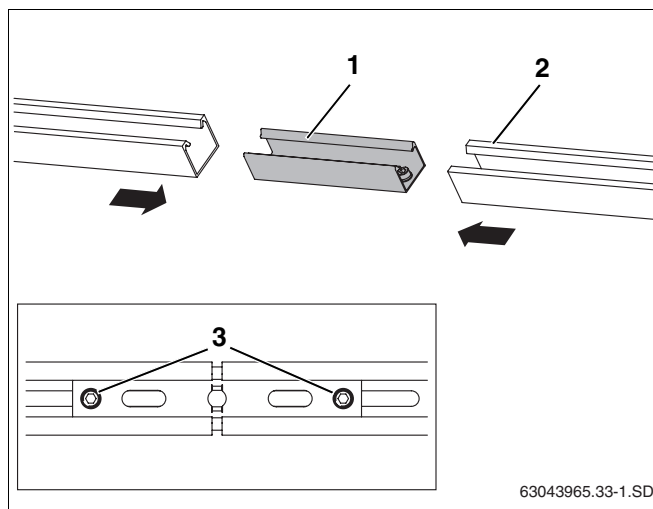

Fig. 31 Collegare le guide profilate
- Spingere il giunto ad innesto (fig. 31, **pos. 1**) fino all'arresto in entrambe le guide profilate (fig. 31, **pos. 2**).
- Per eseguire il bloccaggio, serrare le due viti senza testa con intaglio M10 premontate (fig. 31, **pos. 3**) nel giunto ad innesto servendosi della chiave SW 5.